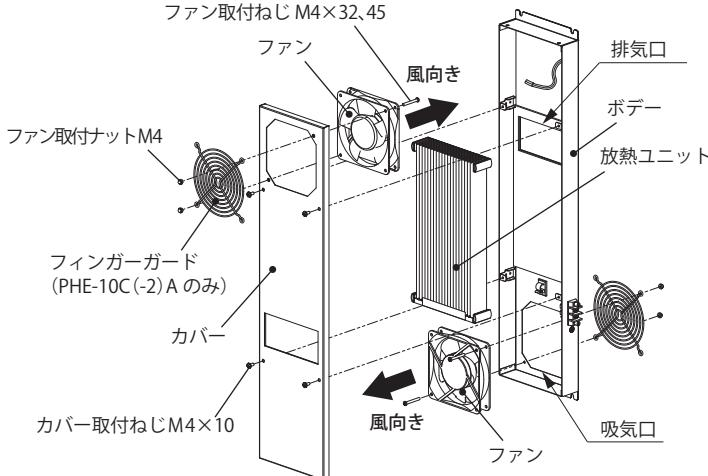

図13
1. カバー取付ねじM4×10(PHE-10C(-2)B・15C(-2)B:4カ所、PHE-20C(-2)B・30C(-2)A・40C(-2)A・60C(-2)A:5カ所)をゆるめて、カバーを取り外してください。(図13)
2. ファン取付ナットM4をゆるめ、フィンガーガード・ファン固定ねじ(PHE-10C(-2)B:M4×32、PHE-15C(-2)B・20C(-2)B・30C(-2)A・40C(-2)A・60C(-2)A:M4×45)を取り外し、ファンを取り外してください。(図13)
- ・ファンに刻印された風向の矢印が本製品の内側に向くように取り付けてください。(7 頁「図 13、14」)
2. 放熱ユニットを手前に引き出してください。(7 頁「図 13」)